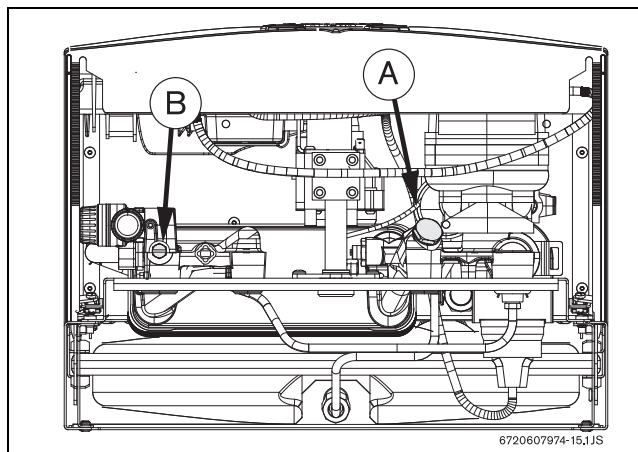

Рис. 27
- ▶ Открутить заглушку (Рис. 27, [поз. А]).
- ▶ Отвинтить сливной винт (Рис. 27, [поз. В]).